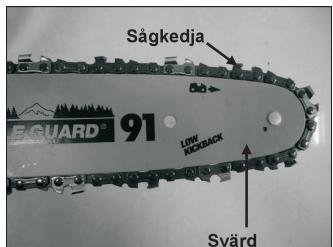

Bild 2C
5. Placerå sågkedjan i svärdetsspår, se till att sågtänderna är införda i rätt riktning genom att matcha pilen på svärdet ( Bild 2C)